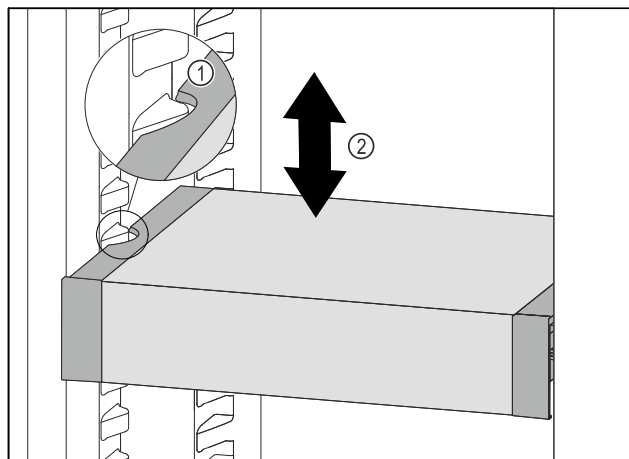

Fig. 160
- VarioSafe vucite prema naprijed sve dok se bočni otvori VarioSafe ladice ne nađu na visini žlijeba spremnika u hladnjaku. Fig. 160 (1)
- Pomičite ladicu VarioSafe u hladnjaku prema gore ili dolje sve dok ne dosegnete željenu visinu. Fig. 160 (2)